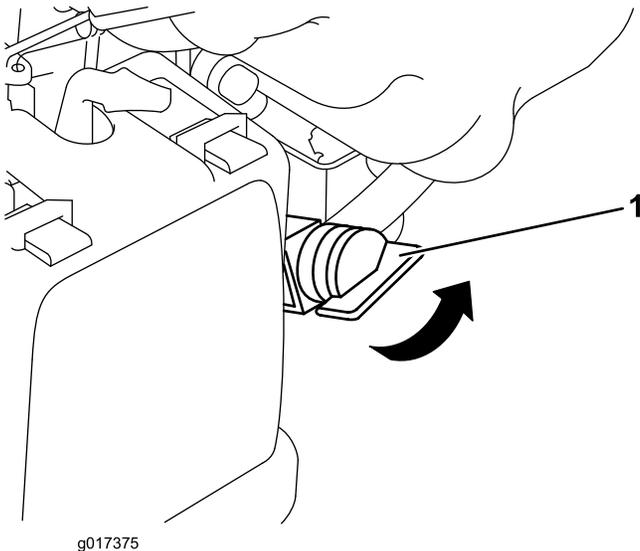

Bild 12
2. Drehen Sie den Kraftstoffhahn auf die EIN-Stellung (Bild 12).